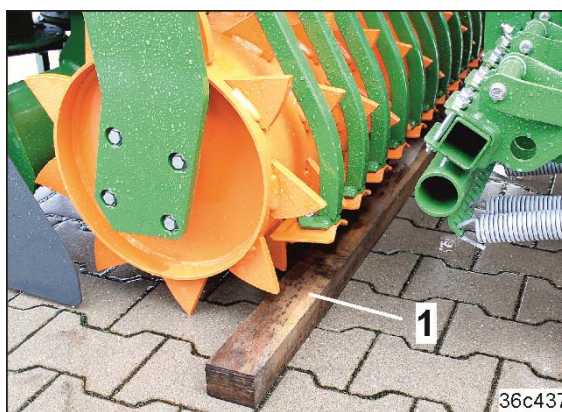

Fig. 139
- 4.2 Legg f.eks. 2 treklosser (Fig. 139/1) på begge sider bak trommelen, for å sikre kombinasjonen mot rulling.